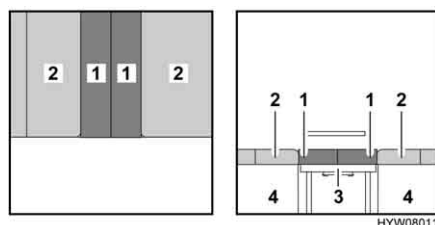

Fig. 107 Dopo la trasformazione
- Posizionare i due cuscini dello schienale (Fig. 107,1) al centro.